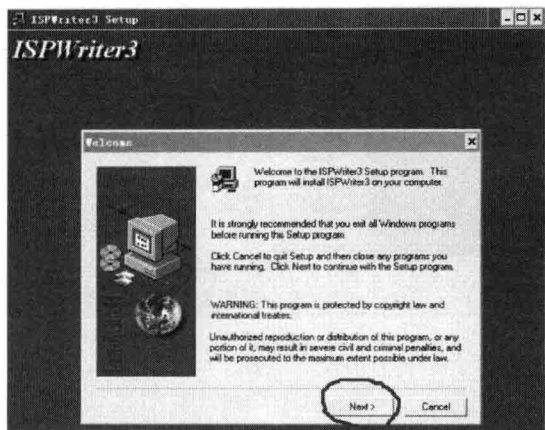

图 1-3
- 2) 单击“SETUP.EXE”进行安装，出现如图 1-3 所示的对话框。